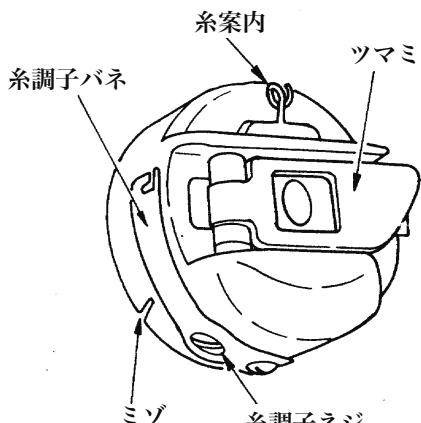
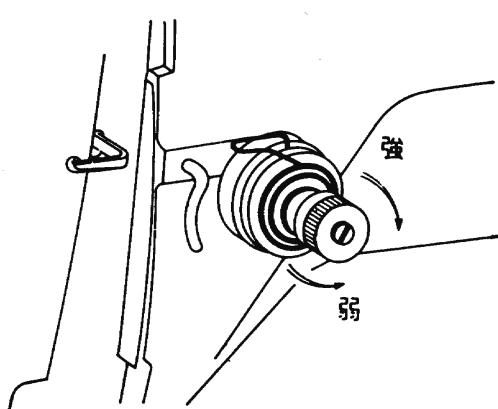

図28
図 41 糸調子ナット
①糸を巻き終ったボビンを右親指と人さし指でつまみ、糸のはしをたらしたまま、左手にもったボビンケースの中にはめ込みます。次に、外にでている糸を②ボビンケースのふちにあるミゾに通し、③更に引きながらボビンケースの糸調子バネの下をくぐらせ、つぎに④針金の糸案内に通します。（図28参照）
ミシンの糸調子は、上糸と下糸のそれぞれについてとることができます。上糸の糸調子は、糸調子ナット(図41)によって変え、下糸の糸調子は、ボビンケースの糸調子ネジ(図28)によって変えます。通常、ボビンケースの糸調子を一定にして、糸調子ナットによって上糸の張力を加減して、糸調子をとります。